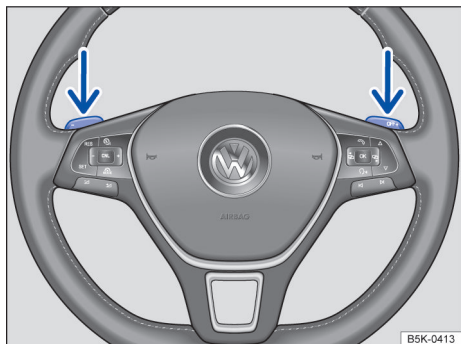

Fig. 127 Volante com seletores basculantes do Tiptronic.
- Puxar o seletor basculante direito → Fig. 127 na direção do volante para aumentar a marcha.